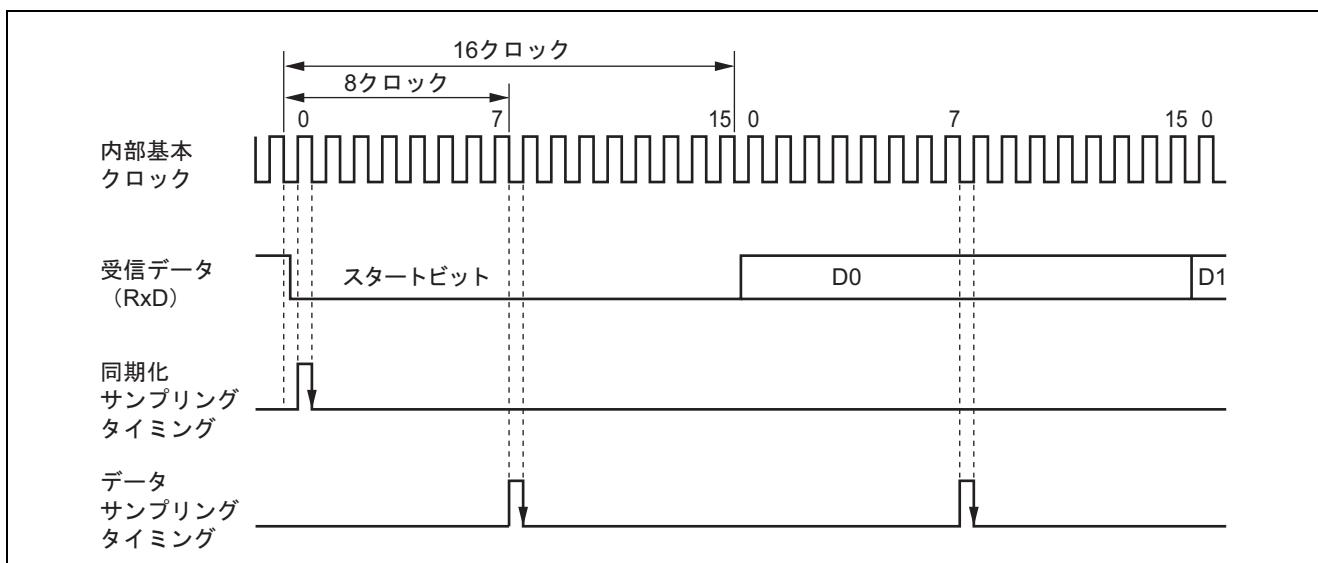

図 16.3 調歩同期式モードの受信データサンプリングタイミング
調歩同期式モードでは、SCI はビットレートの 16 倍の周波数の基本クロックで動作します。受信時はスタートビットの立ち下がりを基本クロックでサンプリングして内部を同期化します。また、図 16.3 に示すように受信データを基本クロックの 8 番目の立ち上がりエッジでサンプリングすることで、各ビットの中央でデータを取り込みます。したがって、調歩同期式モードでの受信マージンは式 (1) のように表すことができます。